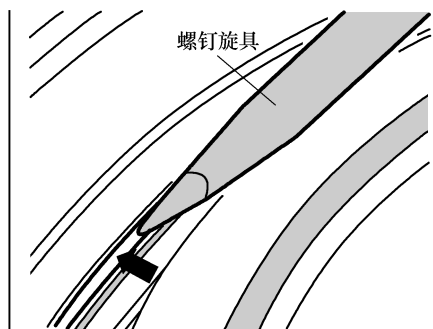

图 3-2-4 拆卸盖板方法
5) 如图 3-2-4 所示,用螺钉旋具小心地将盖板撬入座圈中(箭头),直至能够安装新的卡环。